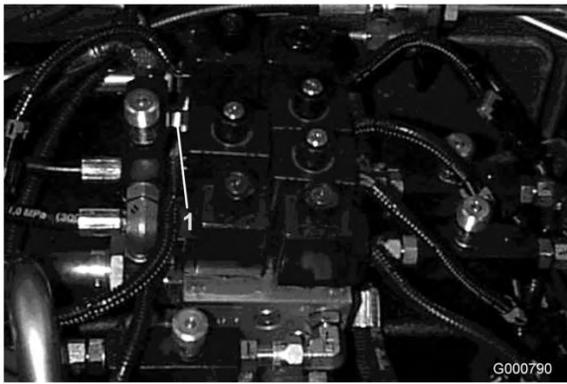
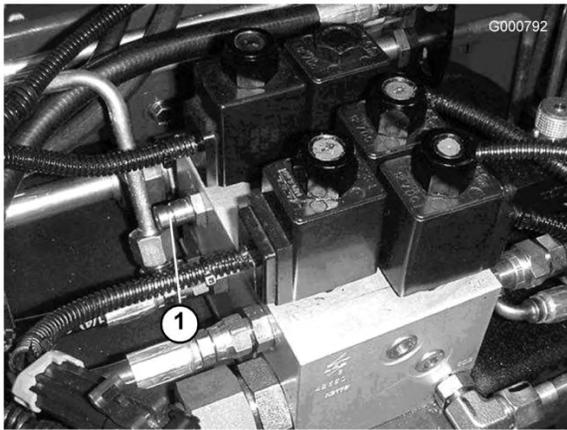

Figure 80
Figure 81
1. La prise d'essai A (Figure 80 et Figure 81) est utilisée dans les contrôles de dépannage du circuit hydraulique des vérins de levage.